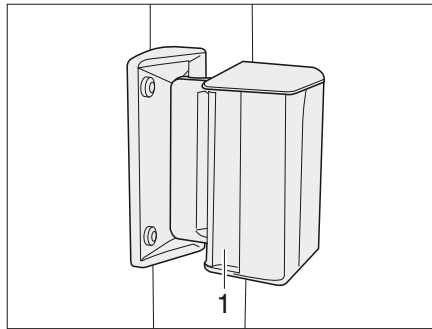

Bild 67 Skjutfönster
- Tryck handtaget (Bild 67,1) och skjut eller drag det samtidigt framåt eller bakåt.